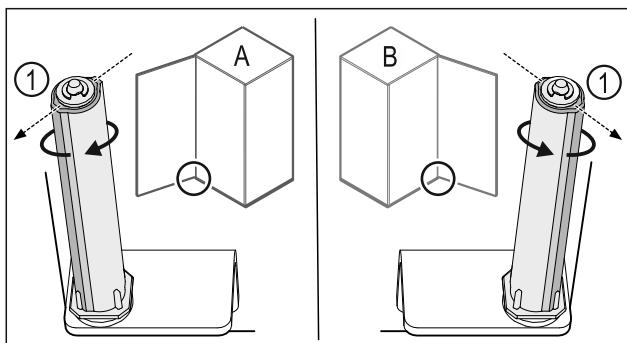

Fig. 55 左门挡(A) / 右门挡(B)
► 克服阻力转动关门系统，直至关门系统 Fig. 55 (1)的连接片朝外。